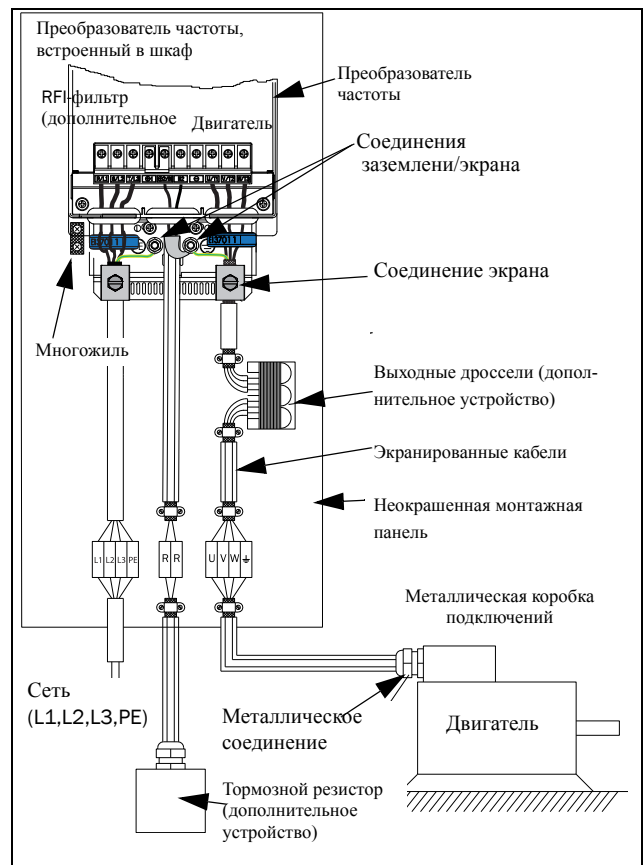

Рис. 13 Преобразователь частоты в шкафу на монтажной панели
- Соединение заземления хомутами, см. Рис. 13, необходимо только в случае, если монтажная панель окрашена. Все преобразователи частоты имеют неокрашенную заднюю поверхность, поэтому подходят для монтажа на неокрашенной панели.
Подключите сетевой кабель в соответствии с Рис. 13 или 14. Преобразователь частоты в стандартном исполнении оснащен сетевым фильтром помех категории C3, который соответствует промышленному применению.
- Шинное подключение заземления через хомут, см. Рис. 13, необходимо только если монтажная панель окрашена. Все преобразователи частоты имеют неокрашенную заднюю поверхность, поэтому подходят для монтажа на неокрашенной панели.
Если кабели двигателя предполагается разрывать переключателями, выходными дросселями и т.п., необходимо обеспечить непрерывность экранирования путем использования металлических корпусов, монтажных пластин и т.п., как показано на Рис. 13.
- В случае монтажа преобразователя частоты в стандартном шкафу внутренняя проводка обязательно должна соответствовать стандарту EMC. На Рис. 13 показан пример преобразователя частоты, встроенного в шкаф.